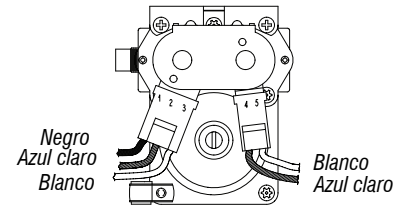

Figura 10: Medición de resistencia de la válvula de gas.
3. Use un ohmímetro para determinar si una bobina de la válvula de gas no funciona bien. Retire los enchufes del mazo de cables. Mida la resistencia entre terminales (consulte la Figura 10). Las lecturas deben coincidir con las que aparecen en la siguiente tabla. De lo contrario, reemplace las bobinas.